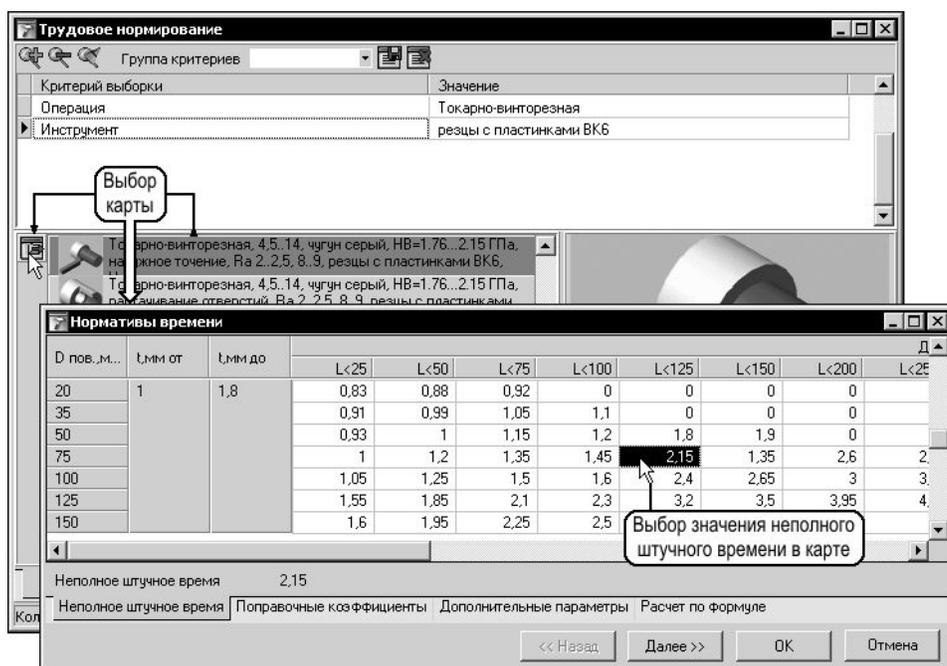

Рис. 10.17. Запуск процедуры расчета по выбранной карте
- нажатием кнопки **Выбрать карту**, расположенной в левом верхнем углу окна списка (рис. 10.17).
Вкладка **Неполное штучное время** (рис. 10.17) хранит таблицу нормативов времени (ячейки с белым фоном) и параметры обработки (ячейки с серым фоном). Пользователю предоставлена возможность фильтрации данных по параметрам обработки: дважды щелкните левой кнопкой мыши на одном из параметров обработки. Для выбора значения неполного штучного времени щелкните мышью на ячейке таблицы с неполным штучным временем и нажмите кнопку **Далее >>**.
Для удобства работы с таблицей можно ограничить отображение данных одним столбцом или одной строкой (группой строк), дважды щелкнув мышью на заголовке столбца или строки. Например, чтобы в таблице, показанной на рис. 10.17, оставить для выбора только значения времени для диаметра  $D_{пов} = 75$  мм, следует дважды щелкнуть мышью на серой ячейке «75». Чтобы вернуть отображение всей таблицы, повторите двойной щелчок мыши на заголовке строки (столбца).
При этом запускается приложение «Трудовое нормирование по укрупненным нормам», которое автоматически загружает для расчета карту, выбранную на вкладке **Трудовое нормирование** (см. рис. 10.17 в подразделе 10.5.3)